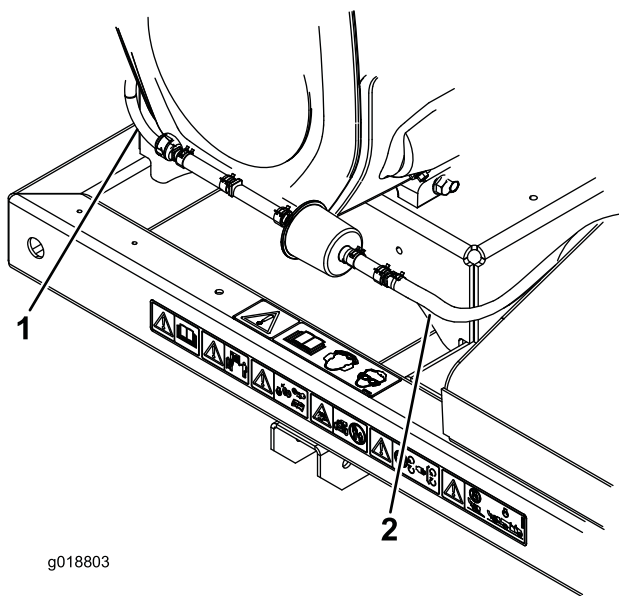

Figura 2
4. Ligue a extremidade do tubo de 76 cm à união do recipiente de carbono (Figura 2).
5. Ligue a extremidade do tubo de 44 cm à união do motor (Figura 2).